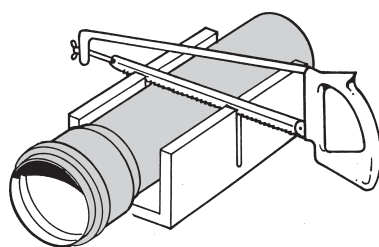
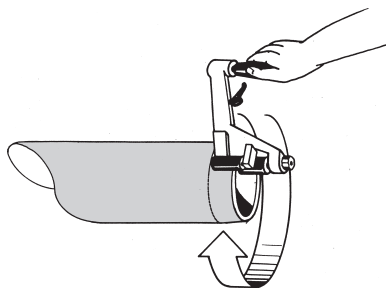

Fig. 4
Fig. 5
- 5 La extremidad de los tubos y los accesorios Coesprene® está adecuadamente achafanada, para que resulte más fácil de acoplar. Si es necesario usar porciones de tubo, córtelas con precisión y de manera perpendicular (Fig. 4). Luego, para que la guarnición no se estropee, durante la operación de acoplamiento, hay que biselarlas usando las herramientas al efecto (Fig. 5).